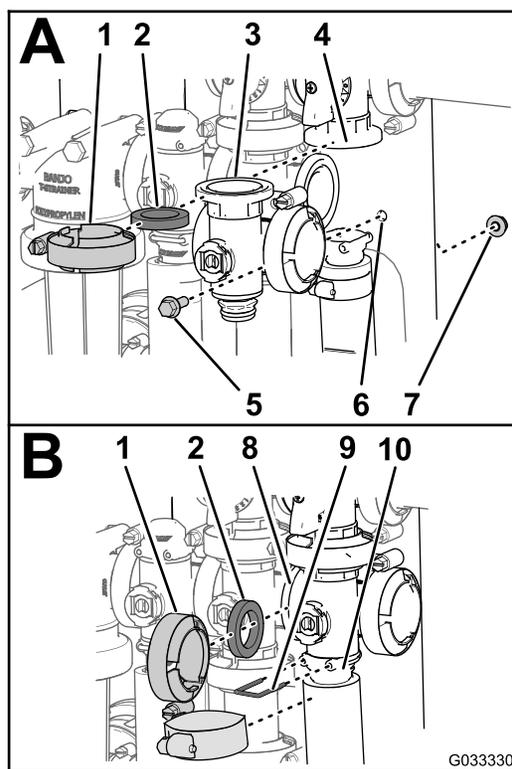

Рисунок 77
1. Совместите фланец коллектора главного клапана стрелы, одну уплотнительную прокладку и фланец главного перепускного клапана стрелы (вид А на Рисунок 77).
2. Соберите коллектор главного клапана стрелы, уплотнительную прокладку и главный перепускной клапан стрелы с помощью хомута, затянув его от руки (А на Рисунок 77).
3. Совместите фланец коллектора главного клапана стрелы, уплотнительную прокладку и коллектор клапана перемешивания (В на Рисунок 77).
4. Соберите коллектор главного клапана стрелы, уплотнительную прокладку и коллектор клапана перемешивания с помощью хомута, затянув его от руки (вид В на Рисунок 77).
5. Совместите фланец коллектора главного клапана стрелы и уплотнительную прокладку с корпусом главного клапана стрелы (вид В на Рисунок 77).
6. Соберите коллектор главного клапана стрелы и гнездо с помощью хомута, затянув его от руки (вид В на Рисунок 77).
- Прикрепите штуцер торцевой крышки к выпускному штуцеру, вставив держатель в выпускной штуцер (вид В на Рисунок 77).